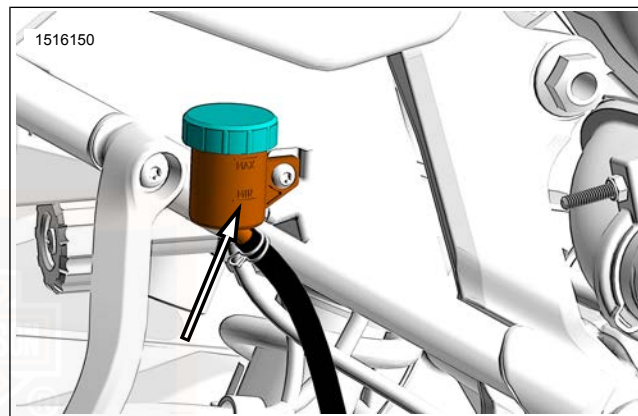

Abbildung 58. MIN-Markierung am Hinterradhauptbremszylinderbehälter
3. **Hinten:** Siehe Abbildung 58 Den Füllstand an der Seite des Hinterradbremssflüssigkeitsbehälters prüfen. Füllstand muss über der Mindestmarkierung am Schauglas liegen.